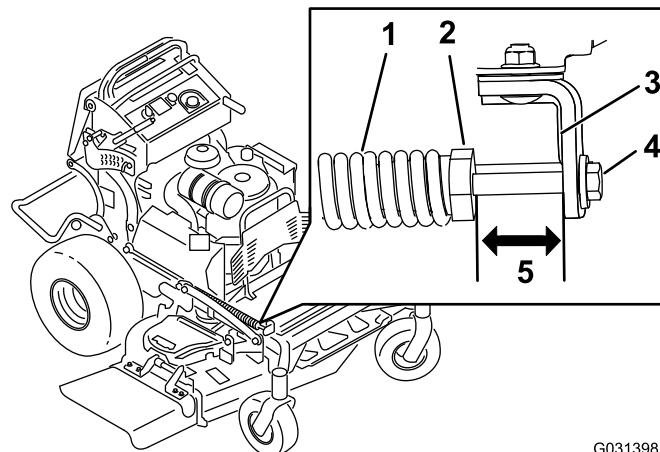

Figura 85
2. Controllate la lunghezza tra il dado della molla e il lato posteriore della staffa di montaggio saldata (Figura 85).
3. Assicuratevi che la lunghezza sia compresa tra 47 e 50 mm (Figura 85).
4. Se necessario, regolate la distanza regolando il bullone sulla parte anteriore della staffa di montaggio (Figura 85).